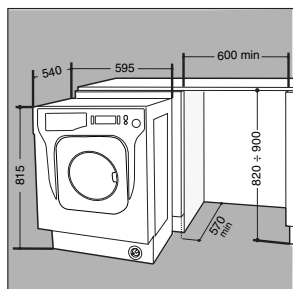

Fig. 6
- Spingere l'apparecchio nell'apertura allineandola con gli altri mobili (*fig. 6*).